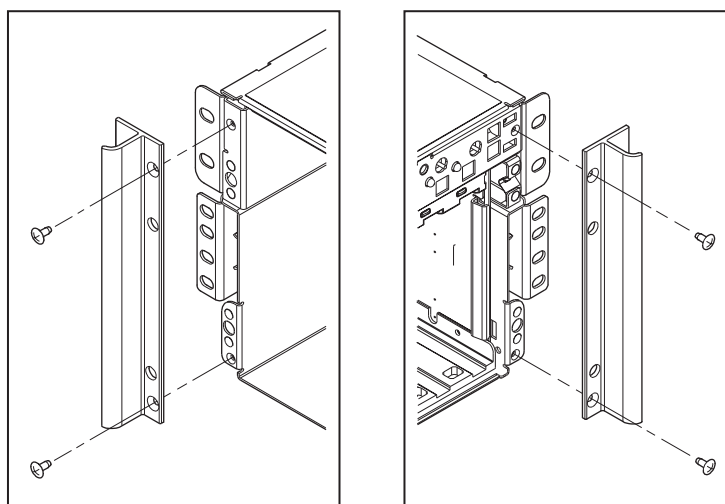

Figura 9 Alças alinhadas com o chassi
2. Conforme mostra a Figura 9, alinhe os orifícios internos superior e inferior das alças com os orifícios superior e inferior do chassi.